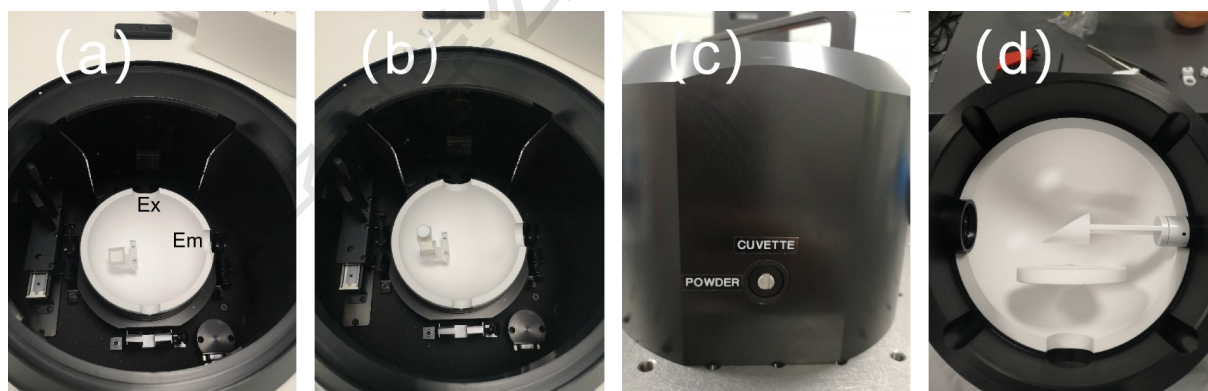

图 6-36 积分球测试液体池的安装
- (1) 先将样品仓内的四侧的聚光镜取下。
- (2) **戴上手套**将积分球从木盒里拿出, 积分球分为上下两个半球, 两个半球的四面都是不一样的, 只有唯一正确的方向可以合上, 不然就会直接损坏积分球。
- (3) 积分球内部的支架分为固体和液体支架。液体支架安装一个就可以, 如图 6-36 (a) 所示, 将液体支架按图示方向安装在下半球体内, 球体也按图片方向安装在样品仓内, 然后再将带盖的比色皿放进积分球。
- (4) 将上半球调至 CUVETTE (图 c), 检测球体内部的镜子是否如图 (d) 所示
- (5) 按唯一正确的方法合上积分球。
- (6) 测试之前要知道样品的激发波长、发射波长和发射峰的终止波长。
- (7) 光源选用 Xe lamp, 检测器紫外可见选择 PMT-980 integrating, 近红外选择 NIR-PMT integrating。
- (8) 先测试空白曲线, 液体样品用液体的空白溶剂。
- (9) Ex 和 Em 设置成样品的激发波长, 调节 Ex 和 Em 狭缝, 使得 Emission 信号值达到最大 1,000,000 cps, 同时需要保证 Ex 狭缝大约是 Em 狭缝的 10 倍。
- (10) Emission scan, 勾选 Ex 和 Em 的校正文件, 勾选 Subtract Background。开始波长为激发波长减去 20 nm, 终止波长为样品发射峰的终止波长。
- (11) 步进【Step】设置越小越好, 至少小于出射带宽, 特别是在瑞利散射波段, 因为瑞利散射的峰宽非常窄。【Dwell time】 $\geq 0.2$ , 一般设置在 0.2-1.0 之间。
- (12) 扫描完成, 拿出空白溶剂; 放置待测样品, 不更改任何条件, 进行扫描。
- (13) 将散射曲线和样品曲线合并, 点击【Analysis】中的【Quantum Yield】, 选择【Liquid】